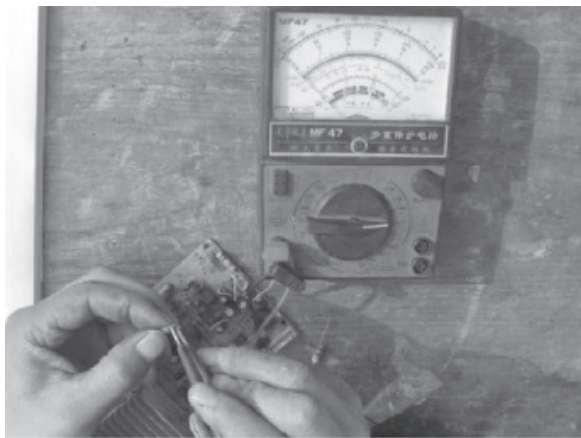

图 2-40 检测电容
3) 进行校正调零，然后将红、黑表笔任意搭在普通固定电容器两端引脚上，如图 2-40 所示。